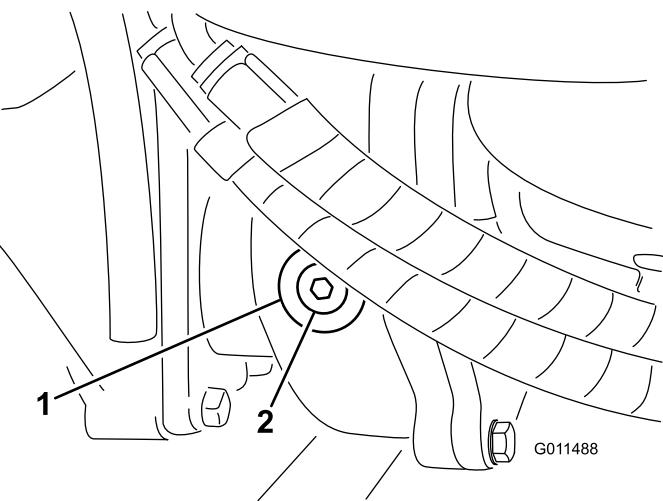

図 81
2. ギアボックスの左側から点検・補給用プラグを抜き、穴の高さまで潤滑油があることを確認する図 81。